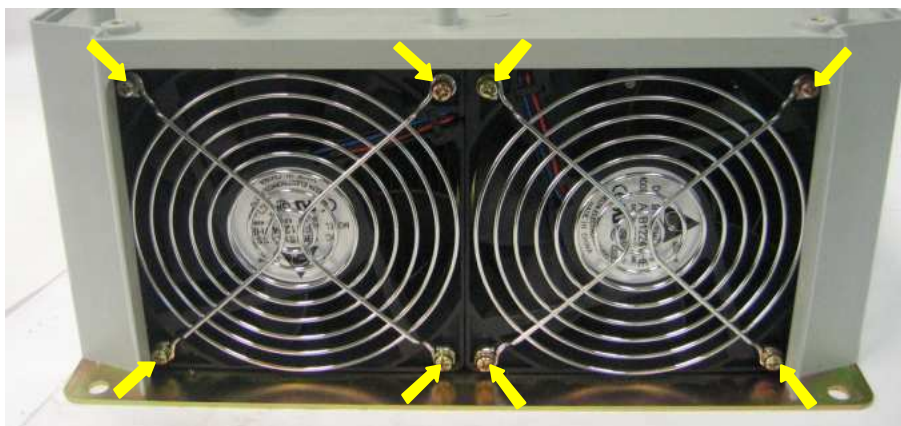

Рис. 6.10
6.8.1. Выкрутить 8 винтов крепления вентиляторов (рис. 6.10, желтые стрелки), вытянуть поочередно винты пинцетом из отверстий и положить их в тару.